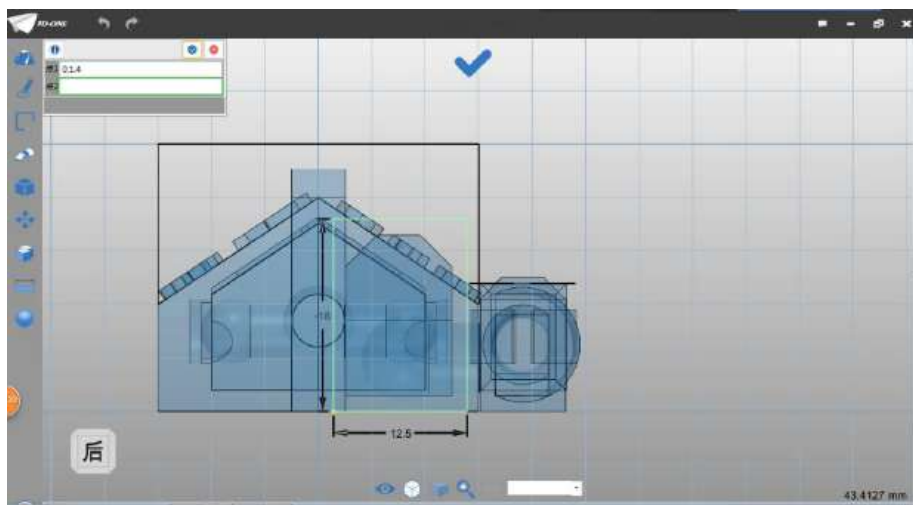

图 4-8
Step 8 绘制 -18×12.5 矩形，矩形点 1 输入 $(0, 1.4)$ ，如下图 4-8 所示：